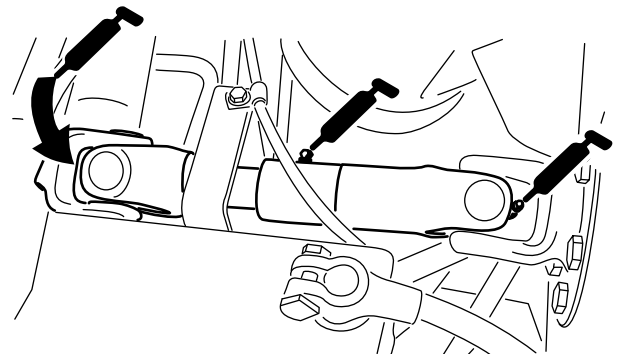

Figura 64
- Articulaia cardanică a arborelui de transmisie a pompei (3) - **Figura 64**